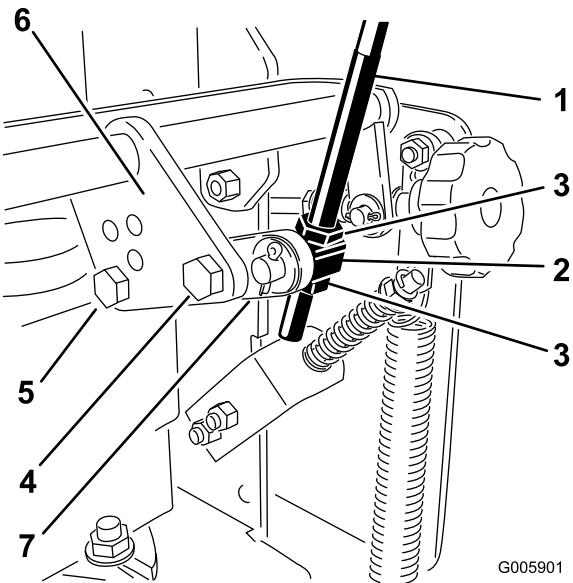

Figura 17
2. Afloje las tuercas que sujetan el pivote que está conectado a la barra de control de velocidad (Figura 17).
3. Retire el perno delantero de la barra de control de velocidad (Figura 17).
4. Afloje la tuerca trasera que sujeta la varilla de control de velocidad a la barra de control de velocidad (Figura 17).
11. Ajuste el pivote de la varilla de control de velocidad y apriete las tuercas contra el pivote (Figura 17).